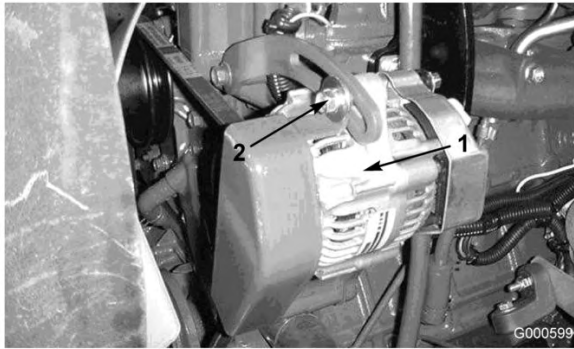

図 54
オアウタネータのベルト（図 54）は100運転時間ごとに点検します。
2. たわみが 10 mm 程度でない場合には、オルタネータ取り付けボルト（図 54）をゆるめる。適当な張りに調整してボルトを締める。ベルトのたわみが適切に調整されたことを確認する。